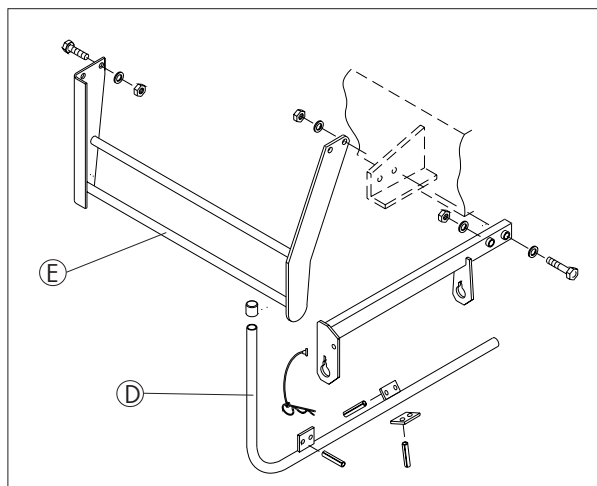

Bild 3-21
Der Schutzbügel (B) wird zuerst in die hintere Bohrung (X) des Rahmens (R) eingeführt, ganz nach hinten geschoben und dann in die vordere Bohrung eingeführt. Den Schutzbügel (B) zusammen mit der Feder (F) und den Scheiben mit Hilfe der Splinte am Rahmen (R) befestigen (Bild 3-21). Verwenden Sie hierfür den Inhalt des Beutels Q.
Abweisbügel (D) und (E) mit den Anbauteilen aus Beutel R befestigen (Bild 3-21).